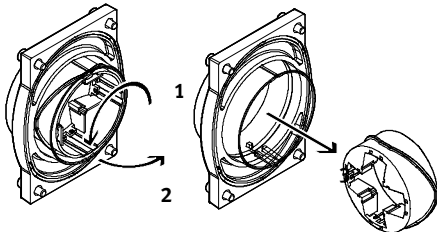

Рис. 10: извлечение индикационного кольца
2. Повернуть индикационное кольцо на 90° (см. Рис. 10).
1. Вставить индикационное кольцо в крышку блока датчиков. Выполнить действия демонтажа в обратном порядке (→ см. также Рис. 10).